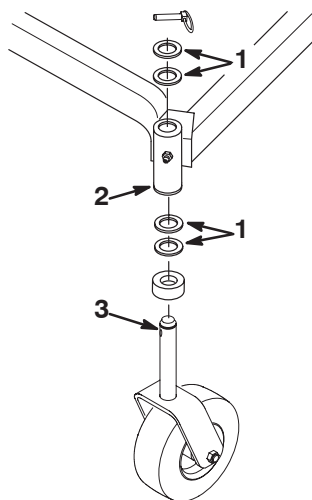

Figure 43
6. Pour changer l'inclinaison longitudinale, placez un nombre égal de rondelles de butée sur les chapes des deux roues pivotantes. Déplacez les rondelles de butée du haut vers le bas du tube de montage du bâti porteur pour relever l'avant de la tondeuse. Déplacez les rondelles de butée du bas vers le haut du tube de montage pour abaisser l'avant de la tondeuse (Fig. 43).